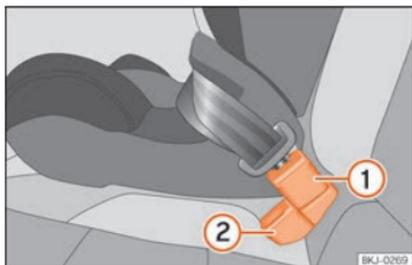

Fig. 28 Posição do fecho do cinto no banco traseiro
- Coloque o fecho do cinto do lugar central »» Fig. 28 ① por trás do fecho do cinto do lugar lateral »» Fig. 28 ②.
- Engate a lingueta do cinto de segurança do lugar central no fecho do cinto do lugar central »» Fig. 28 ① até ouvir o encaixe.
- Para que os cintos fiquem corretamente colocados, os fechos não devem estar torcidos »» Fig. 28.